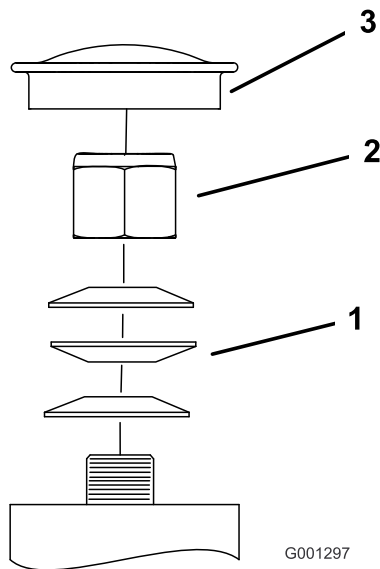

Figure 56
3. Déposez le capuchon protecteur de la roue pivotante et serrez le contre-écrou (Figure 56).
4. Continuez de serrer le contre-écrou jusqu'à ce que les rondelles élastiques soient aplaties, puis desserrez-le d'un quart de tour pour obtenir la précharge correcte des roulements (Figure 56).
**Important:** Veillez à placer les rondelles élastiques correctement, comme montré à la Figure 56.
5. Reposez le capuchon protecteur (Figure 56).